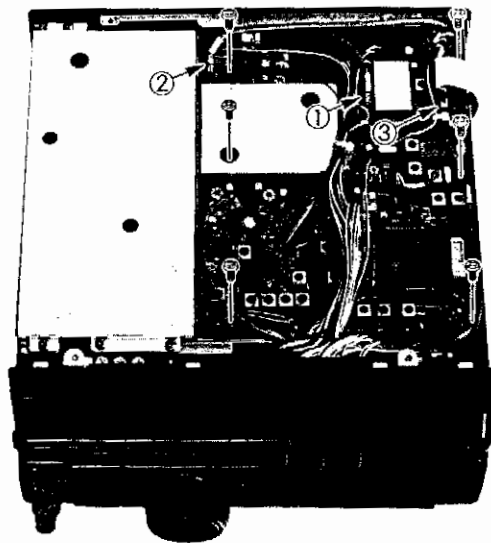
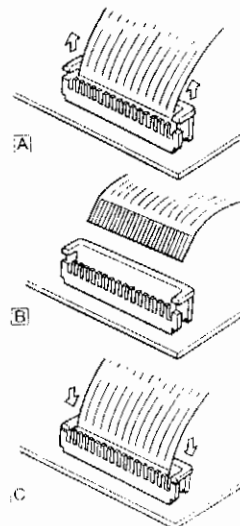

Figure 2: Emplacement platine HF
Figure 3: Connecteur du câble en nappe
- Débranchez le coaxial marqué en bleu clair de J2026, près de la partie arrière de la platine HF (1 sur la figure 2). Si vous n'installez aucun filtre à quartz, sautez les trois étapes suivantes.
- Si vous devez installer un filtre à quartz, il vous faudra accéder au côté soudures du circuit imprimé. Débranchez le coaxial marqué de jaune du connecteur J2024, près de l'angle arrière de la platine HF (2 sur la figure 2).
- A l'aide d'un petit outil pointu, soulevez sans forcer l'un des côtés de J2011, le connecteur en plastique blanc du câble en nappe (3 sur la figure 2) d'environ 2 mm, afin de pouvoir ôter la nappe (figure 3).
- Enlevez les 6 vis indiquées par la figure 2 (l'une est à l'intérieur du grand blindage, accessible à travers un trou près de l'angle).
- Pour accéder au côté soudures, commencez par enlever l'adhésif qui maintient la fixation de câble sur le haut du boîtier du VCO). Defaites les connecteurs, puis le câble en nappe du point A en soulevant avec précautions les deux côtés du connecteur (figure 3).
- Remettez en place les 6 vis ôtées de la platine HF (figure 2) et les câbles coaxiaux (1 & 2 en figure 2). Le câble marqué en jaune va sur J2024, celui marqué en bleu clair sur J2026.